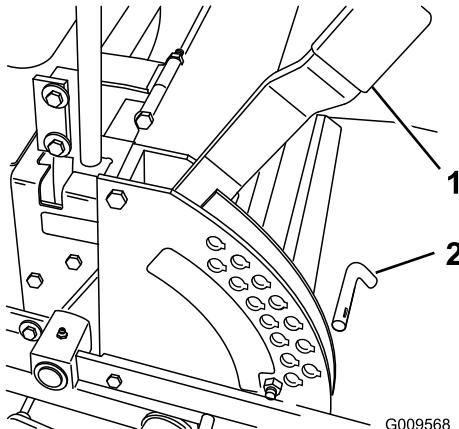

Figure 18
- Relevez le levier de sélection de hauteur de coupe en position de transport (qui correspond aussi à la hauteur de coupe de 127 mm) (Figure 18).
- Pour changer de hauteur de coupe, retirez la goupille du support de hauteur de coupe (Figure 18).
- Placez la goupille dans le trou du support correspondant à la hauteur de coupe voulue (Figure 18).